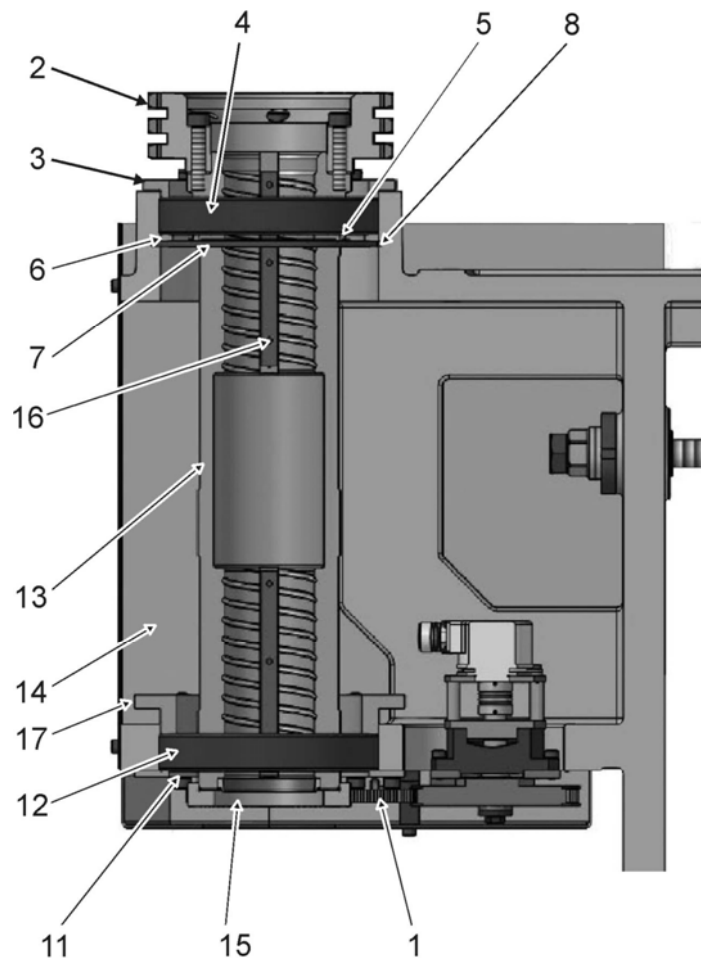

Abb. 9
- ⇒ Die Schrauben des Kettenrades (Abb. 9, Pos.2) lösen und das Kettenrad entfernen.
- ⇒ Den Ring (Abb. 9, Pos. 3) unterhalb des Kettenrades (Abb. 9, Pos. 2) abschrauben.
- ⇒ Das Rillenkugellager (Abb. 9, Pos. 4) nach oben abziehen.
- ⇒ Zahnriemen (Abb. 9, Pos. 1) am unteren Teil des Spindelkastens abnehmen.
- ⇒ Die unten an die Spindelbuchse (Abb. 9, Pos.13) aufgesetzte Riemenscheibe (Abb.11, Pos. 15) abziehen.
- ⇒ Die Spindelbuchse (Abb. 9, Pos 13) und das Rillenkugellager (Abb. 9, Pos.12) mit spezieller Abziehvorrichtung nach oben aus dem Spindelkasten herausziehen.